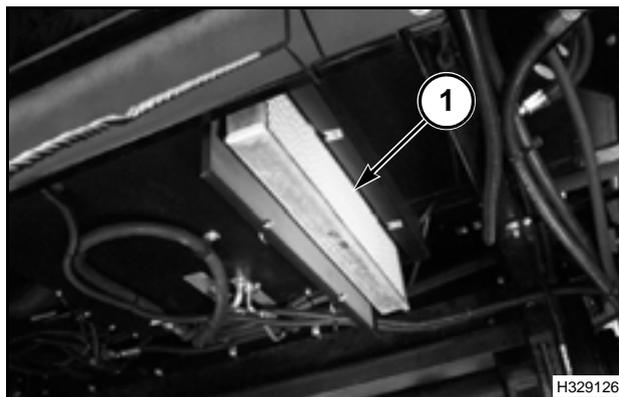

FIG. 58
FIG. 58: Un filtro de papel adicional (1) se ubica en el frente del evaporador debajo del lado izquierdo de la cabina. El filtro puede ser revisado quitando los dos sujetadores y tirando hacia abajo el mismo.